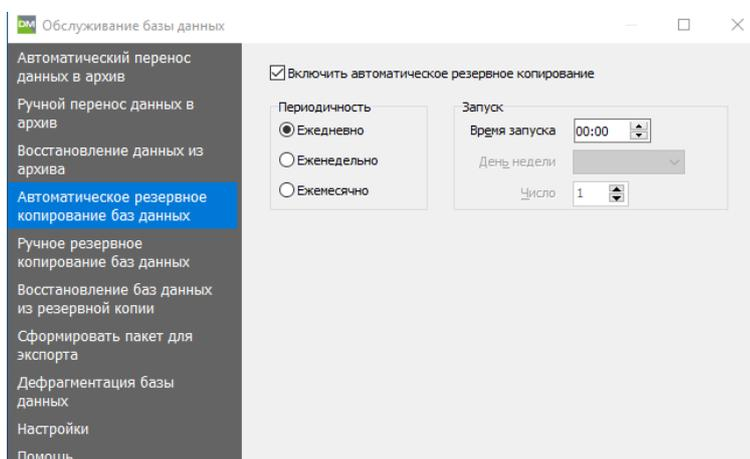

Рисунок 27.7 – Вкладка Автоматическое резервное копирование БД, периодичность Ежедневно
1) Перейти на вкладку **Автоматическое резервное копирование БД** (рисунок 27.7).